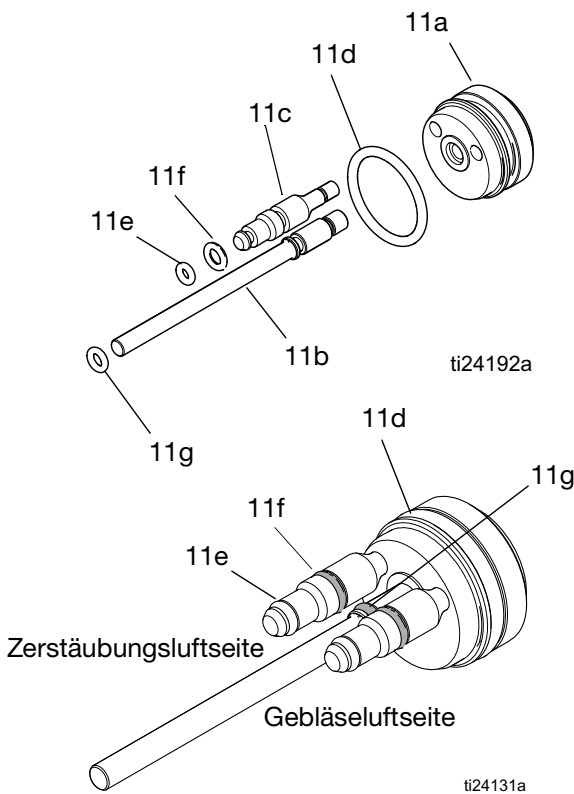
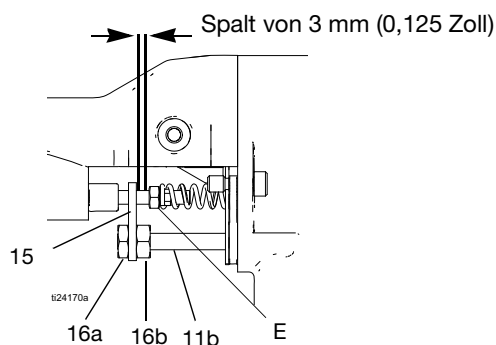

ABB. 29. O-Ringe Kolben
ABB. 30. Einstellung des Stellglieds
2. Die Luftkappe ausbauen, Seite 31. Entfernen Sie das Pistolenabdeckblech (26).
3. Die Gegenmutter (16a), das Stellglied (15) und die Einstellmutter (16b) entfernen. Siehe ABB. 30.
4. Die Kolbenkappe (13) und die Feder (12) von der Rückseite der Pistole entfernen.
5. Auf die Kolbenstange (11) drücken, um den Kolben hinten aus der Pistole hinauszudrücken.
6. Die O-Ringe (11d, 11e, 11f und 11g) auf Beschädigung prüfen. Siehe Tabelle 3 und ABB. 29.
8. Bringen Sie die zwei Bolzen (11c) mit den Bohrungen im Pistolengehäuse in Übereinstimmung und drücken Sie den Kolbensatz von hinten in die Pistole, bis er ansteht. Die Kolbenkappe (13) und die Feder (12) installieren.
Siehe ABB. 30.
4. Die Gegenmutter (16a und 16b) und das Stellglied (15) entfernen. Siehe ABB. 30.